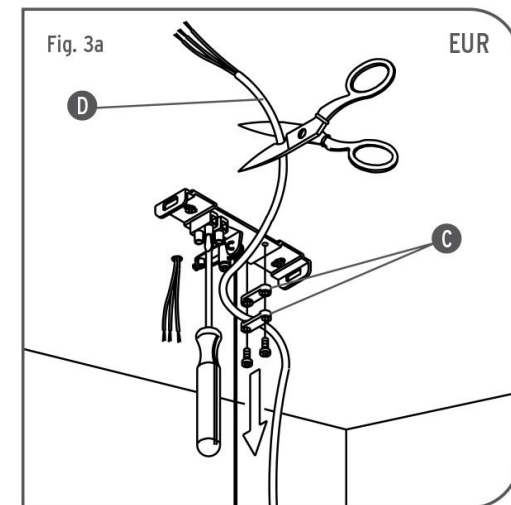

Fig. 4a
- <IT> Fig.4a EUR Montare il bloccacavo (C) ed effettuare il cablaggio elettrico alla morsettiera (E). Fig.5a EUR Collegare i cavi di alimentazione alla morsettiera (E) ed al morsetto di terra. Montare il rosone (F).
- <GB> Fig.4a EUR Mount the cable-block (C) and carry out the wiring to the terminal block (E). Fig.5a EUR Connect the power cable to the terminal block (E) and earthing. Mount the ceiling-rose (F).
- <DE> Abb.4a EUR Die Kabelverschraubung (C) wieder anmontieren, und die elektrischen Drähte an der Klemmleiste (E) anschließen. Abb.5a EUR Die Netzkabel an der Klemmleiste (E) und an der Erdklemme anschließen. Dann die Rosette (F) anbringen.
- <FR> Fig.4a EUR Montez le système de blocage du câble (C) et réalisez le câblage électrique à la barrette à bornes (E). Fig.5a EUR Connectez les câbles d'alimentation à la barrette à bornes (E) et à la borne de mise à la terre. Montez la rosace (F).
- <ES> Fig.4a EUR Montar la grapa (C) y realizar la conexión eléctrica con la bornera (E). Fig.5a EUR Conectar los cables de alimentación a la bornera (E) y al borne de tierra. Montar la roseta (F).
- <PT> Fig.4a EUR Montar o bloqueador de cabo (C) e efectuar a ligações eléctricas ao bornes (E). Fig.5a EUR Ligar os cabos de alimentação aos bornes (E) e ao borne de terra. Montar a copinha (F).